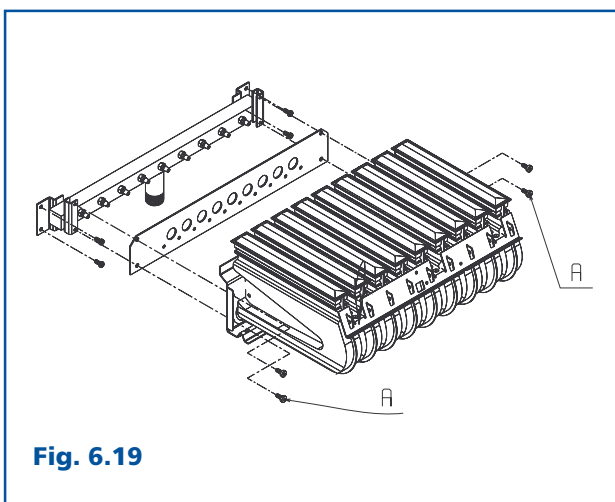

Fig. 6.19
6.4 Procedura di trasformazione gas, taratura e regolazioni (Fig. 6.19)
- rimuovere il gruppo bruciatore allentando le viti (A) che lo fissano al collettore gas (fig. 6.19).
Nel caso di trasformazione a gas GPL, è necessario montare sul gruppo bruciatore la flangia GPL. Riferendosi alla fig. 6.19 procedere nel modo seguente: